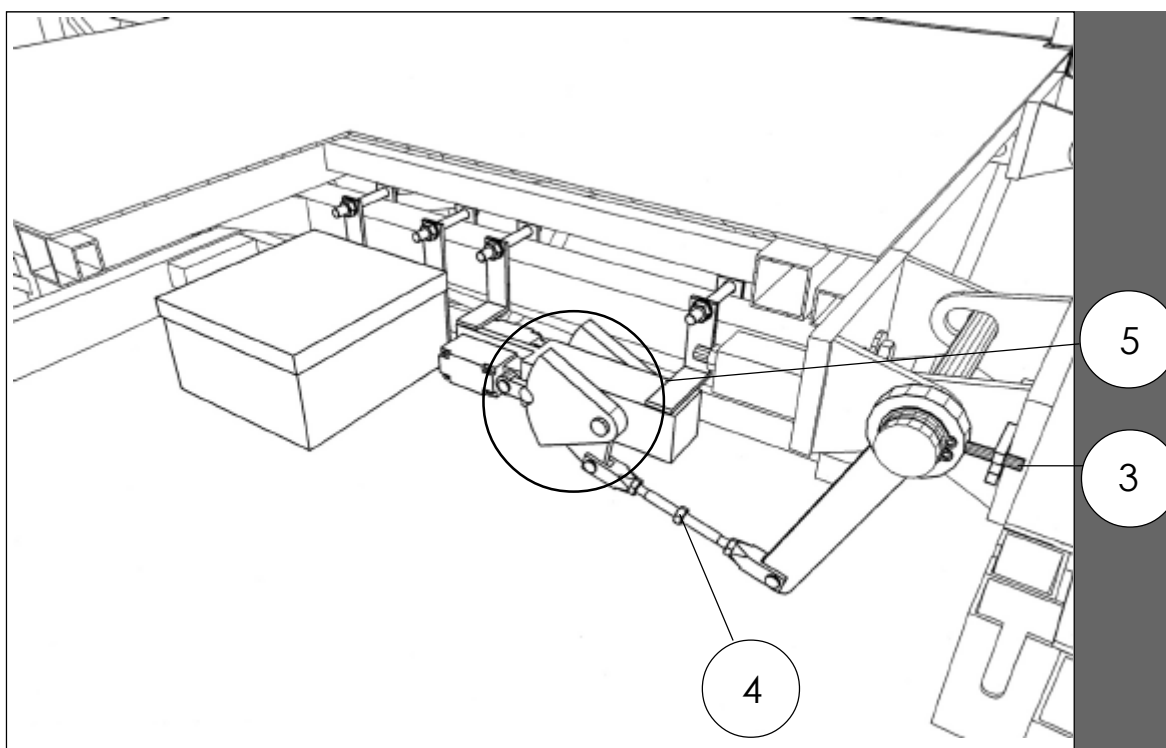

Рисунок 4.30. Система выравнивания - выравнивающая штанга (4).
11. Установить движимый соединитель выравнивания н-р 4. (рисунок 4.30) так, чтобы стержень рычага 3 соответствовал плиты половины шарнира последнего помоста средней платформы.